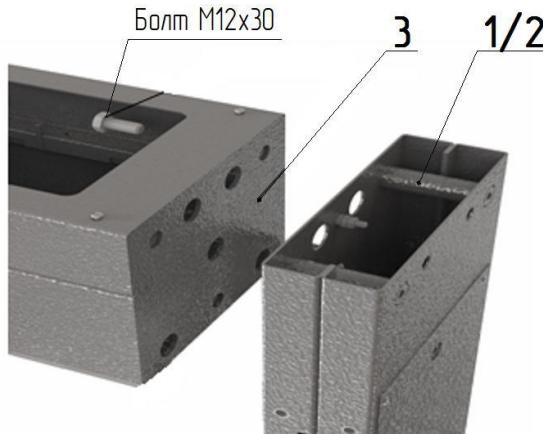
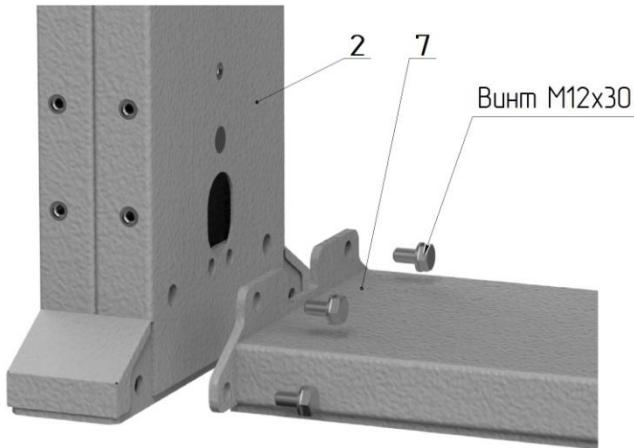
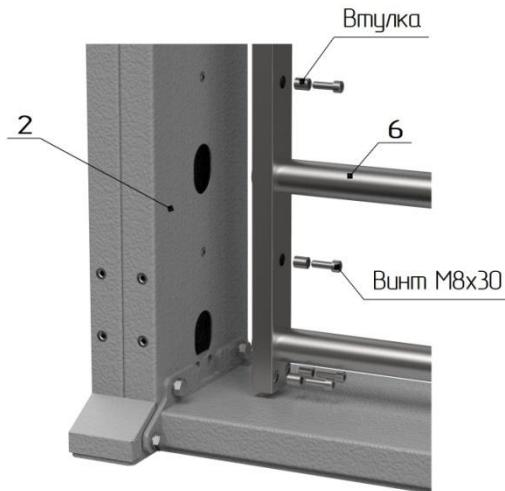

Рис. 1
Рис. 2
Рис. 3
1. Сборка турникета (рис. 1, 2, 3, вариант сборки двумя сборщиками):
– положите на пол на боковую плоскость раму привода **3** (рис. 3), (предварительно постелив лист картона), рядом аналогично положите стойку крыла прохода **1** и стойку ограничения прохода **2** (рис.1); сстыкуйте указанные элементы друг с другом присоединительными элементами и закрутите по три болта M12 с каждой стороны; поставьте собранный портал вертикально на месте установки турникета; закрепите к стойке ограничения прохода **2** напольную плиту **7** (рис.2) четырьмя винтами M12;
– состыкуйте лопасть ограничителя прохода **6** со стойкой ограничения прохода **2** (рис.3) и закрепите винтами M8 с дистанционными втулками.